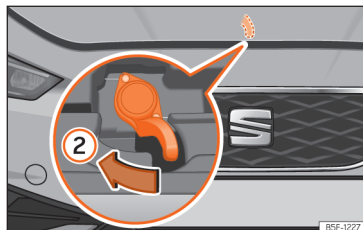

Fig. 219 Palanca sota el capó.
- Per aixecar el capó, feu pressió cap a l'esquerra amb el palmell de la mà mirant cap avall a la palanca situada sota el capó, al centre »» » **fig. 219** ②. Els ganxos de subjecció queden desbloquejats.